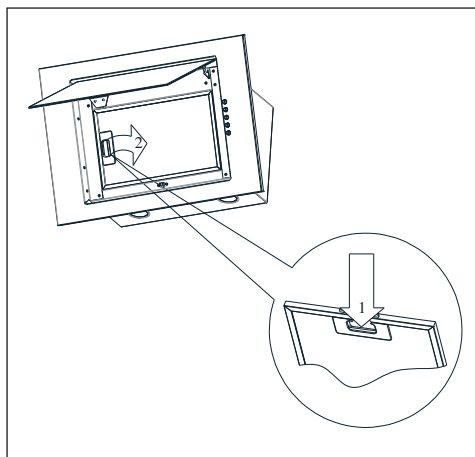

Fig. 7 Îndepărtarea filtrului de grăsime din aluminiu
4. Deschideți clapeta hotei și scoateți filtrul de grăsime (Fig. 7).
Hota este echipată cu un filtru de aluminiu ce blochează particulele de grăsime emise în timpul gătirii. Pentru a îndepărta filtrul, rotiți clemele în direcția săgeților (Fig. 7). Filtrul trebuie curățat manual, prin cufundarea în apă cu detergent de vase timp de aproximativ 15 min., la o temperatură de 40-50°C. După 15 minute, spălați și clătiți filtrul. Filtrul trebuie să fie uscat înainte de a fi introdus în hotă. Filtrul poate fi spălat și în mașina de spălat vase. În timpul spălării, culoarea filtrului se poate schimba, dar acest lucru nu influențează proprietățile de filtrare. Dacă filtrul nu este curățat regulat performanța hotei scade, și se poate provoca un incendiu. Filtrul trebuie curățat cel puțin după fiecare 35 de ore de funcționare a hotei.